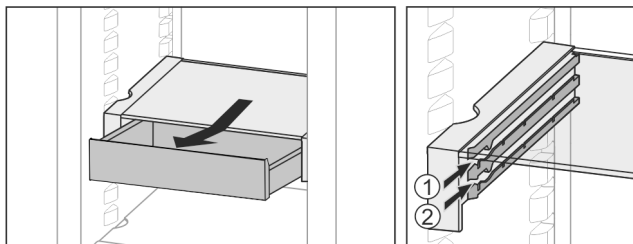

Fig. 34
- Вкарайте го на ви сочи напо и збор Fig. 34 (1) или Fig. 34 (2).